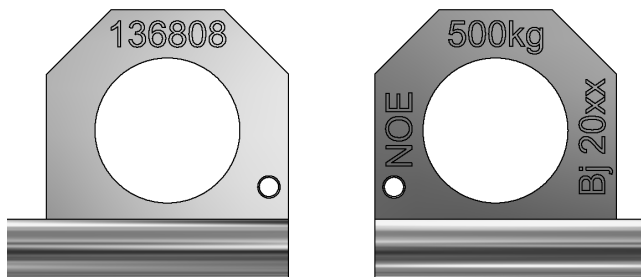

Abbildung 1
5. Der NOE Transportstecker darf nicht über seine Tragfähigkeit hinaus (Abbildung 1) belastet werden.
Die Kennzeichnung des Transportsteckers (siehe Abbildung 1) erfolgt gemäß DGUV 100-500, Kap. 2.8 §3.4